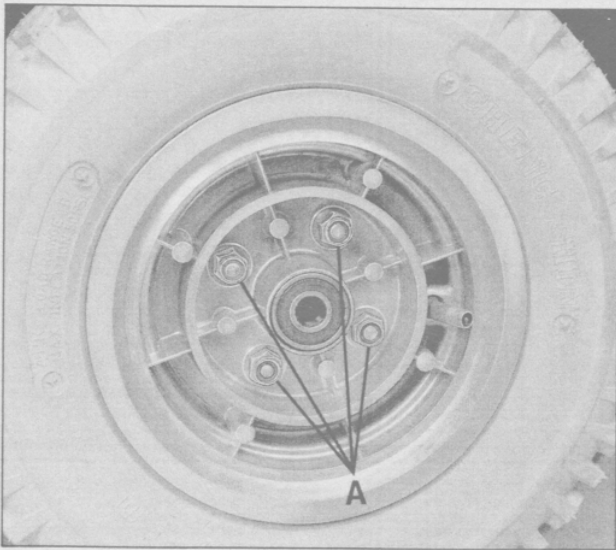

Fig. 20.
- 4) Remove 4 nuts A (Figure 20).